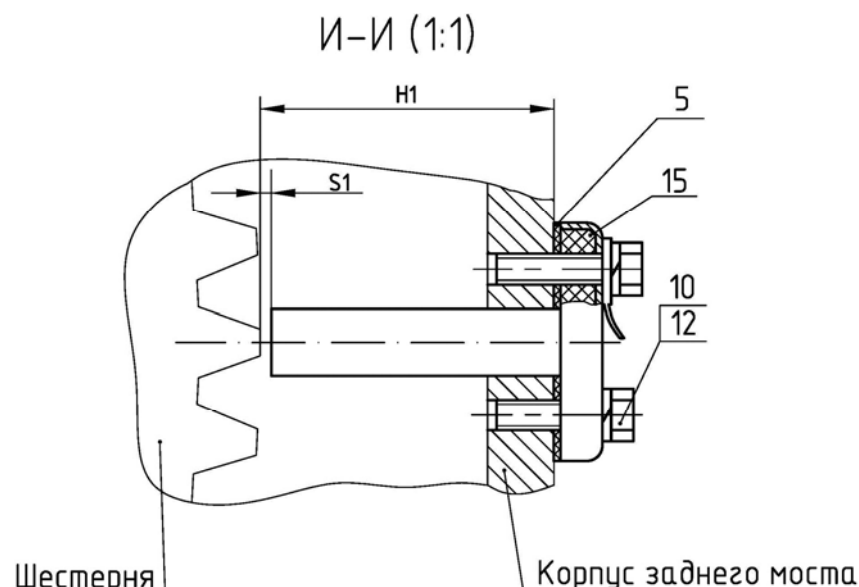

Рис.11.23 Установка и регулировка датчика оборотов ВОМ.
Для замены датчика оборотов ВОМ (15), (рисунок 11.23), необходимо выполнить следующее:
2) отверните болты крепления (10), (рисунок 11.23), датчика оборотов ВОМ (15);
а) установите диск зубчатый зубом по оси, (рисунок 11.23), и замерьте штангенциркулем размер «Н1» (от поверхности, на которой установлен датчик до торца зуба шестерни);
б) по таблице 11.2 выберите требуемое количество регулировочных прокладок (5), (рисунок 11.23);
4) установите болты крепления (10), (рисунок 11.23), с использованием шайб (12) на герметик, предварительно установив провод «массы» датчика под любой из болтов (10), и заверните крутящим моментом 10...15 Н·м.